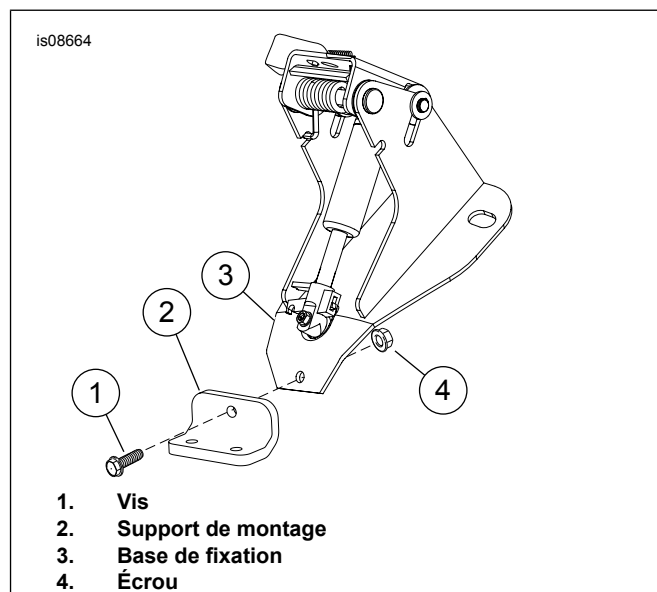

Figure 5. Placer le support
3. Voir Figure 5 . Fixer le support de montage (2) sur la base de fixation (3).
4. Fixer les vis (1) et l'écrou (4) tel qu'illustré. Laisser les fixations desserrées.